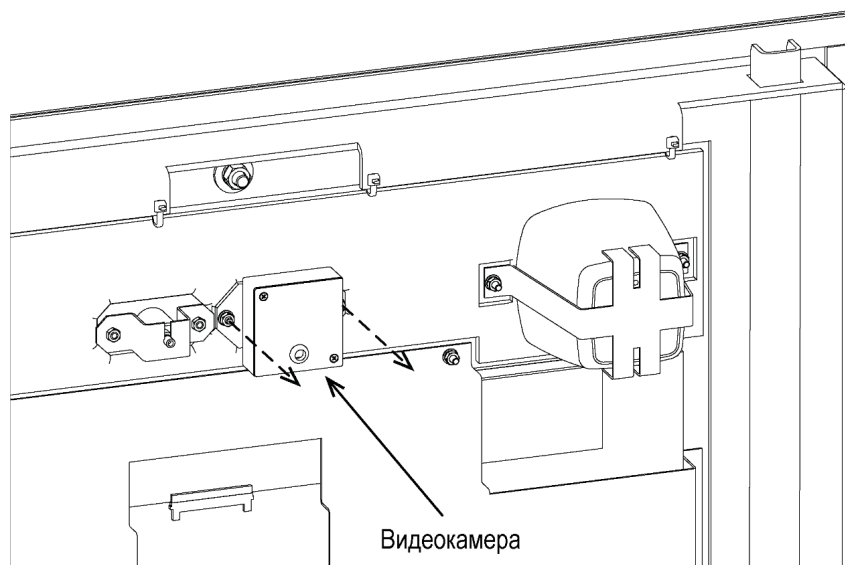

Рисунок 11. Дверь с внутренней стороны, снятие камеры
2. Осторожно открутите гайки крепления камеры (см. рис. 11), расположенные с внутренней стороны двери паркомата. Старайтесь не уронить гайки во время работы.